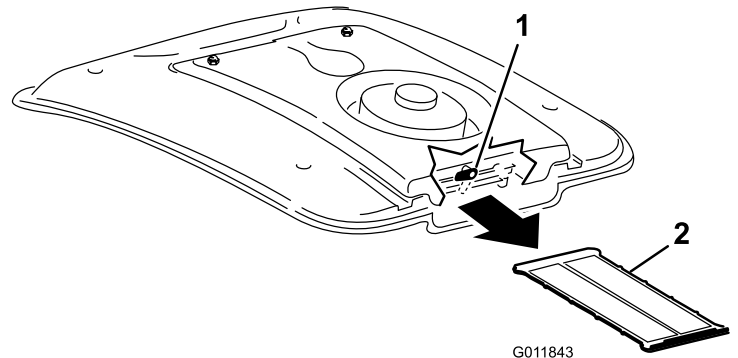

Bild 104
3. Schieben Sie das Klimaanlagegitter unter der Klimaanlage Spule heraus (Bild 104).
4. Reinigen Sie das Gitter gründlich mit Druckluft (Bild 104).
2. Drehen Sie den Riegel hinten an der Lüfterbefestigung zur Seite (Bild 104).